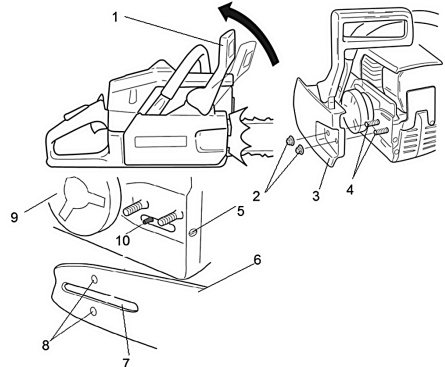

Рис. 2 Установка шины
1. Перед установкой шины и цепи убедитесь в том, что тормоз цепи отключен. Для отключения тормоза потяните ручку тормоза 1 (Рис. 2) на себя до щелчка.
2. Открутите гайки 2 и снимите крышку шины 3 (Рис. 2).
3. Установите шину 6 пазом 7 на шпильки 4 крепления шины и передвиньте ее в сторону барабана сцепления 9 для облегчения установки цепи (Рис. 2).
5. Вращая винт 5 (Рис. 2) шестерни натяжения цепи против часовой стрелки, установите палец 10 (Рис. 2) механизма натяжения цепи в крайнее левое положение. Установите на место крышку шины.
При установке крышки шины следите за тем, чтобы палец механизма натяжения цепи совпал с отверстием 8 (Рис. 2) в направляющей шине.
8. Отрегулируйте натяжение цепи (см. раздел «Регулировка натяжения цепи») вращая винт шестерни натяжения цепи 5 (Рис. 2) по часовой стрелке.